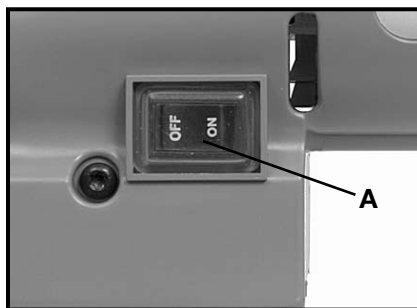

Fig. 15
Cette ponceuse est équipée d'un interrupteur à bascule (A), Fig. 15. L'extrémité avant de l'interrupteur est marquée OFF, et l'extrémité arrière est marquée ON.
3. En tenant la ponceuse fermement, et à l'écart de la surface à poncer, appuyez sur l'extrémité arrière (ON) de l'interrupteur pour la mettre en marche.